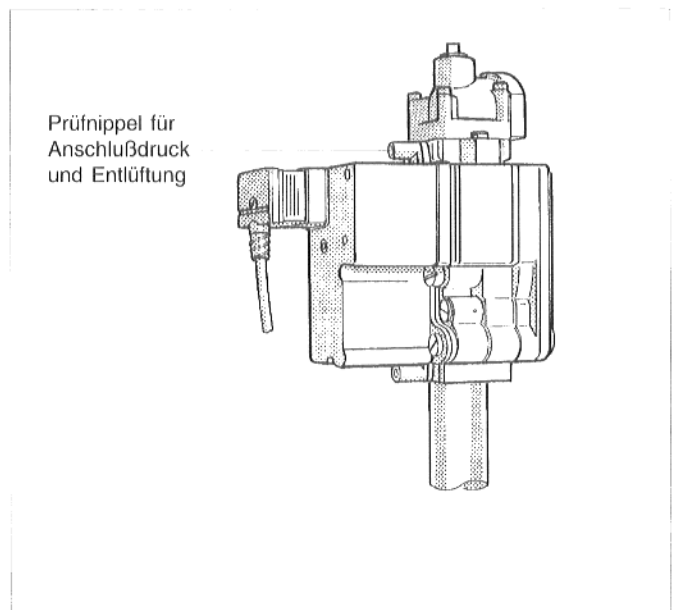

Abb. 14: Gasbrennerarmatur "BM" 762-012
- Gaszuleitung entlüften: Verschußschraube des Prüfnippels für Anschlußdruck und Entlüftung an der Gasbrennerarmatur (Abb. 14 bzw. 15) zwei Umdrehungen lösen. Wenn keine Luft mehr vorhanden ist, Verschußschraube des Prüfnippels wieder schließen.